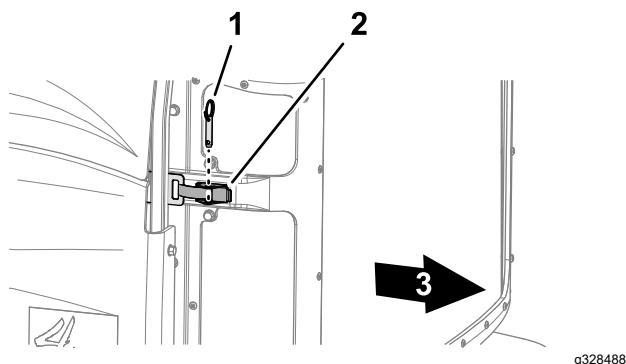

Bild 64
2. Entfernen Sie den Kugelstift von der Gitterverriegelung (Bild 64)